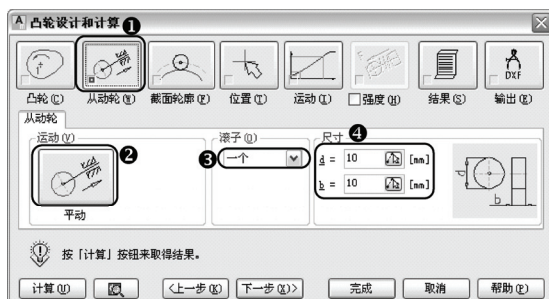

图 12-37 从动轮选项
3) 单击“从动轮”选项, 选择“平动”, 输入滚子 (从动轮) 数量“一个”, 输入尺寸“ $d=10$, $b=10$ ”, 如图 12-37 所示。